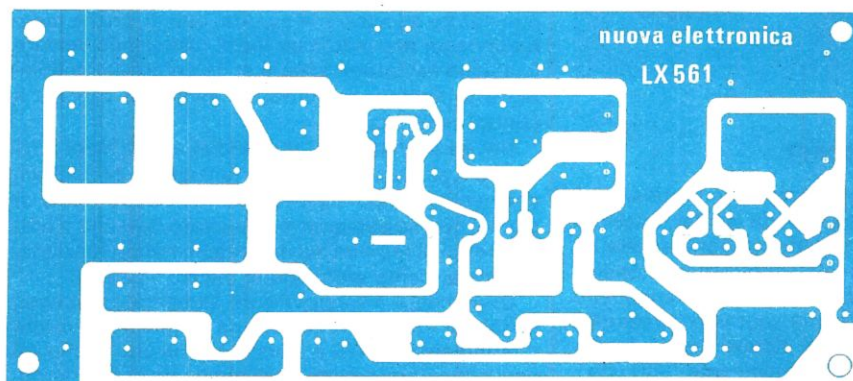

Fig. 3 Disegno a grandezza naturale del circuito stampato LX 561
**Fig. 3** Per un'antenna Ground-Plane è possibile lasciare inalterate le dimensioni dello stilo verticale ed accorciare i soli bracci orizzontali. La bobina come vedesi in figura dovrà essere collocata su ogni braccio.
Per le antenne Ground-Plane (vedi fig. 3) a volte può essere comodo non accorciare lo stilo verticale, bensì solo i bracci orizzontali applicando in ognuno una bobina di compensazione. È possibile accorciare anche in proporzione la lunghezza dello stilo verticale e quella dei bracci orizzontali, come vedesi in fig. 4.